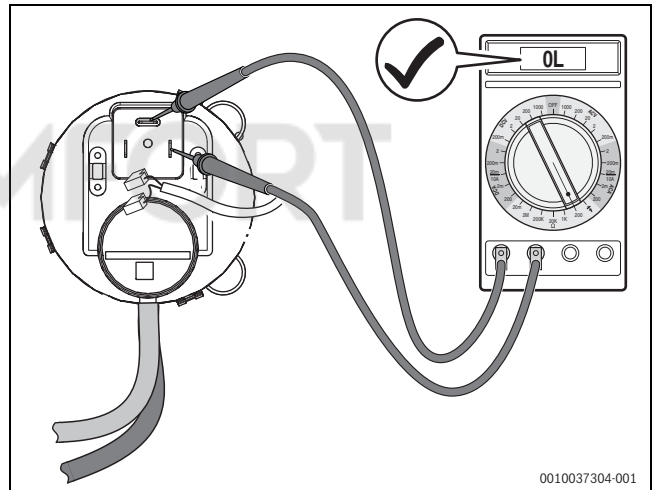

Рис. 84 Проверка проводимости дифференциального реле давления (реле в порядке)
- ▶ Отсоедините электрические провода на дифференциальном реле давления и измерьте сопротивление на контактах (→Рис. 84).